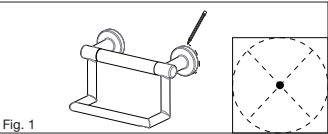

Fig. 1
4. Con un lápiz marque los centros de las posiciones de agujeros de montaje de un extremo. **(Fig. 1)**